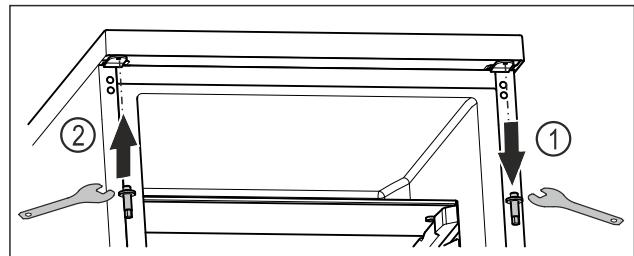

Fig. 18
- Oberen Bolzen mit Außensechskantschlüssel herausdrehen. Fig. 18 (1)
- Bolzen auf der Gegenseite mit Außensechskantschlüssel festschrauben. Fig. 18 (2)